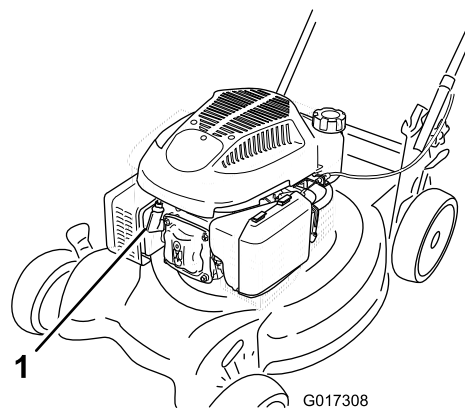

Figura 21
3. Desconecte el cable de la bujía (Figura 21) antes de realizar cualquier procedimiento de mantenimiento.